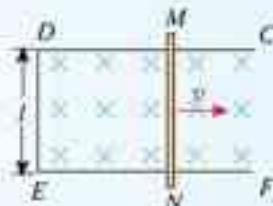

图 4.2-15 金属棒 MN 在金属架上向右匀速运动
7. 如图 4.2-15 所示，固定于水平面上的金属架 CDEF 处在竖直向下的匀强磁场中，金属棒 MN 沿框架以速度 v 向右做匀速运动。 $t=0$ 时，磁感应强度为 B_0 ，此时 MN 到达的位置恰好使 $MDEN$ 构成一个边长为 l 的正方形。为使 MN 棒中不产生感应电流，从 $t=0$ 开始，磁感应强度 B 应怎样随时间 t 变化？请推导这种情况下 B 与 t 的关系式。